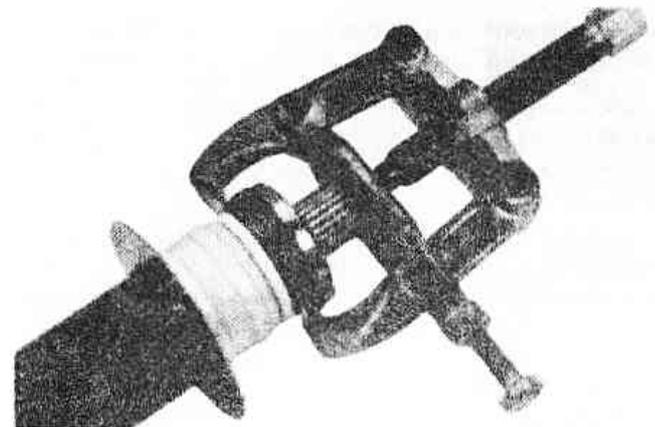

Рис.7.5. Снятие подшипника и крышек (Разд.3)
6. Обратитесь к Рис.7.5 и при помощи универсального двуножного съемника извлеките подшипник вместе с манжетой из торца вала.